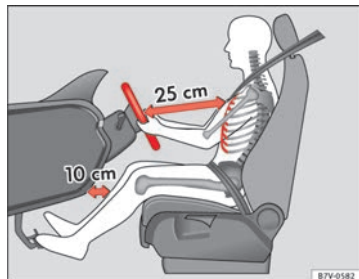
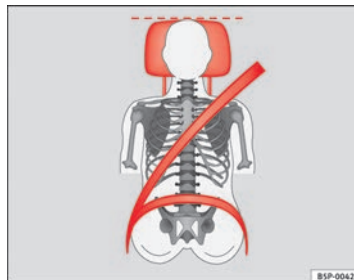

Fig. 1 La separazione corretta tra il conducente e il volante deve essere di 25 cm come minimo (10 pollici).
Fig. 2 Nastro della cintura e poggiatesta posizionati correttamente.
- Regolare il poggiatesta portando il suo bordo superiore alla stessa altezza della parte superiore della testa, in nessun caso mai sotto l'altezza degli occhi. Tenere la nuca il più vicino possibile al poggiatesta ⇒ fig. 1 e ⇒ fig. 2.
- Regolare il volante in modo che resti uno spazio di minimo 25 cm (10 pollici) dal torace ⇒ fig. 1 e che sia possibile prendere il volante lateralmente dal lato esterno con entrambe le mani e le braccia leggermente piegate.
- Regolare il sedile del conducente longitudinalmente in modo da poter premere a fondo i pedali con le gambe leggermente piegate e che le ginocchia restino come minimo a 10 cm (4 pollici) dal cruscotto ⇒ fig. 1.